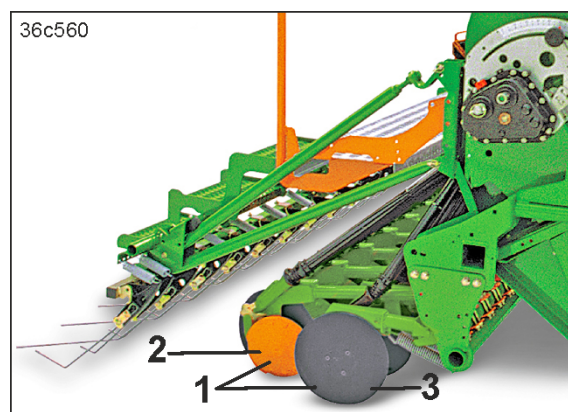

Fig. 75
A relha Control RoTeC (Fig. 75/1) serve para a deposição das sementes no solo arado ou tratado, mesmo com grandes quantidades de palha e restos de plantas.
Devido ao apoio da relha no disco/rolo de controlo de profundidade (Fig. 75/2) e à alta pressão da relha, esta funciona de forma particularmente calma e mantém exatamente a profundidade de deposição das sementes.
- para limpar a parte traseira do disco de aço (Fig. 75/3).